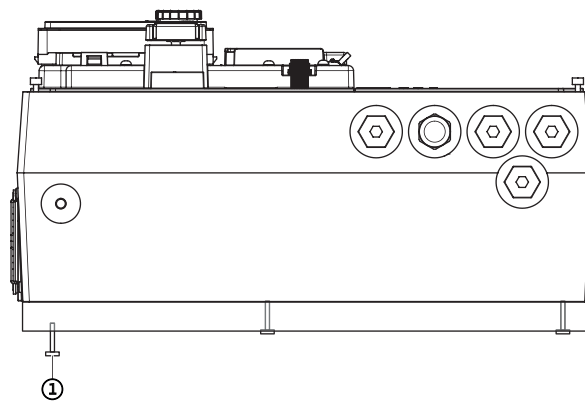

Fig. 116: Vabastage adapterplaat
- Keerake elektroonikamooduli allosas oleva adapterplaadi poldid lahti (Fig. 116, pos 1).